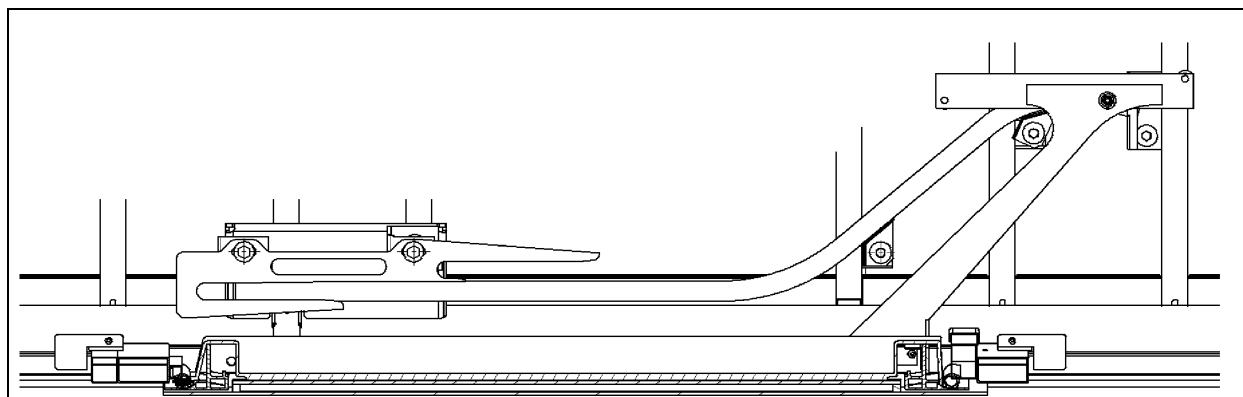

FIGURE 59: BRAS SUPÉRIEUR ET TRAVERSE DE L'ÉLEVATEUR POUR FAUTEUILS ROULANTS
2. Faire glisser la traverse supérieure dans le bras supérieur, puis fixer la traverse à la structure avec un boulon. Ne pas serrer complètement le boulon pour le moment (voir la Figure 59).